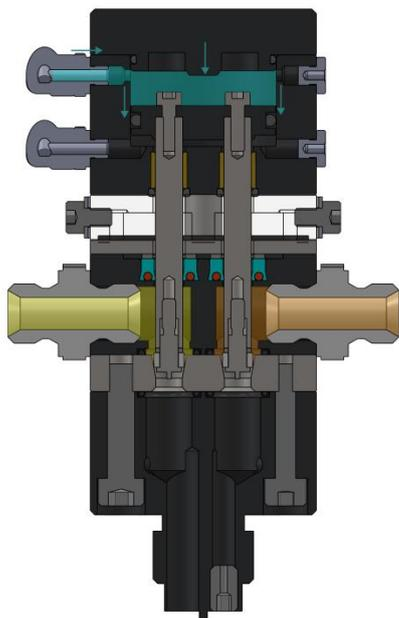

Figura 02 – Fase a riposo
- I fluidi sono pronti ad uscire nelle loro apposite camere (Figura 02);
- Quando si vuole smettere di eseguire la dosatura, si toglie il comando di dosaggio; quindi, la valvola chiude gli spilli e si interrompe la dosatura volumetrica, compreso l'impianto volumetrico (Figura 02).